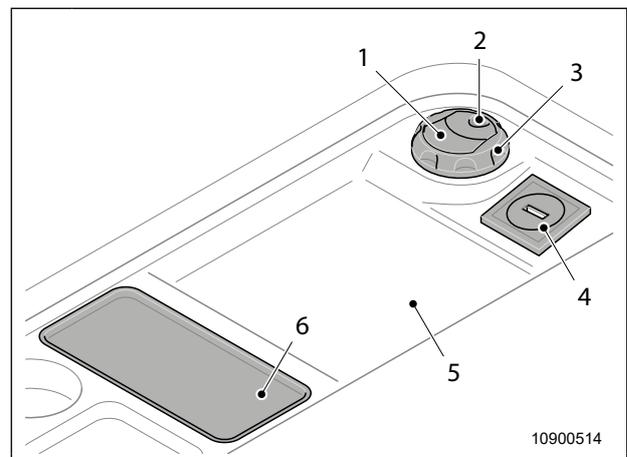

Abb. 42 Warmluftausströmer
- ☞ Der Warmluftausströmer (Abb. 42, Pos. 3) wird durch Herunterdrücken der Eingriff-Mulde (Abb. 42, Pos. 2) geöffnet. Die Zufuhrmenge der Warmluft wird durch Aufstellen der Lamellen (Abb. 42, Pos. 1) geregelt.
- Je nach Ausstattung ist das Aufstelldach mit einer LED-Beleuchtung sowie einer USB-Steckdose (Abb. 42, Pos. 4) an den Ablageflächen (Abb. 42, Pos. 5) ausgestattet.
- Je nach Ausstattung ist das Aufstelldach mit einer Ladeschale (Abb. 42, Pos. 6) für das induktive Aufladen eines Smartphones ausgestattet.